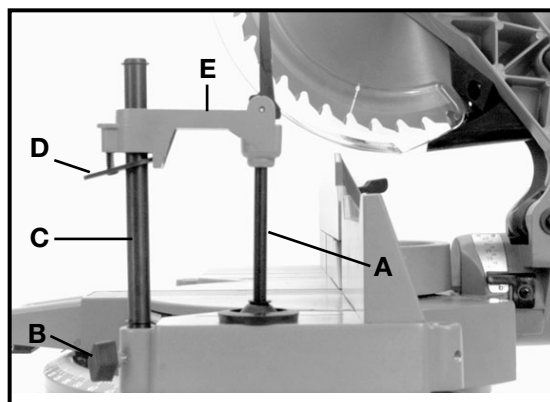

Fig. 20
1. La hauteur du serre-joint (A) fig. 20 peut être réglée en desserrant le bouton de blocage (B) et en déplaçant la tige (C) vers le haut ou vers le bas, ou en appuyant sur le levier de verrouillage (D) et en faisant glisser le corps du serre-joint (E) vers le haut ou vers le bas. Une fois la hauteur du serre-joint (A) ajustée, resserrez le bouton de blocage (B) et/ou relâchez le levier de verrouillage (D).